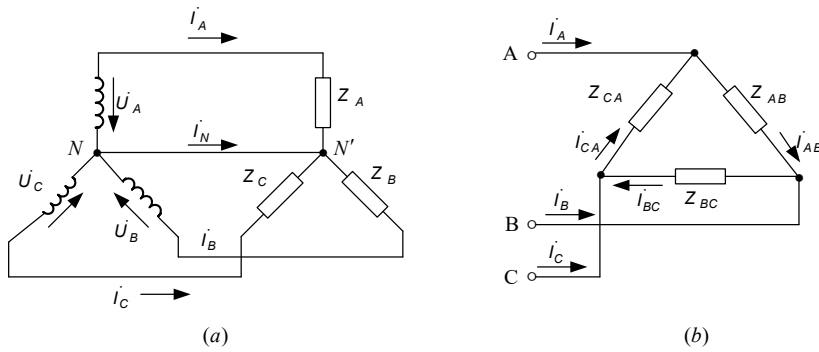

图 5.1 三相电路中负载的联接
2. 三相交流电路中负载有星形和三角形两种联结方法，如图 5.1。采用哪种联结方法取决于电源电压与负载的额定电压。目前我国低压配电大多数为 380V ，三相四线制系统，通常电灯（单相负载）的额定电压为 220V ，因此要接在相线与中线之间，并尽可能使电源各相负载均匀、对称，所以总体看负载联结成星形。由于有中线，可以保证在负载不对称时，负载各相电压仍是对称的。三相异步电动机、三相电炉等为三相对称负载（指各相负载阻抗的模与阻抗角完全相等，即 $Z_A = Z_B = Z_C$ ），所以当星形联结时，由于中线电流 I_N 等于零，可以采用三相三线制（即去除中线）。本实验用白炽灯来模拟三相负载。